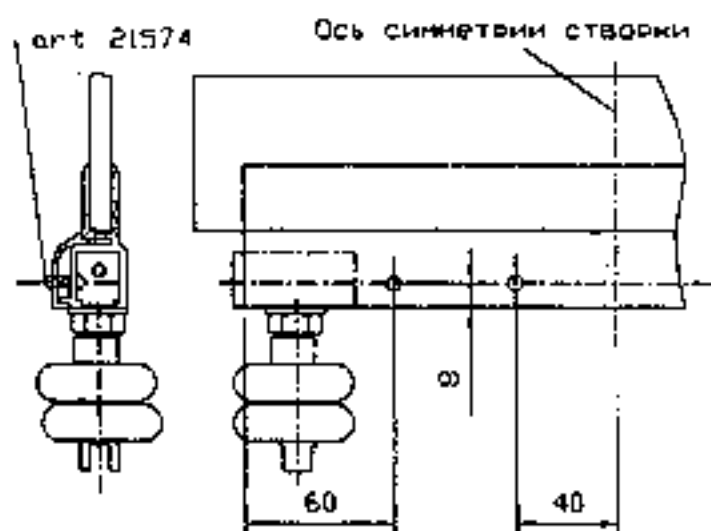

Рис. 11.1
11. По окончании сборки створки производится установка 2-х фиксирующих заклепок арт. 21574 (см. Рис.11.1)